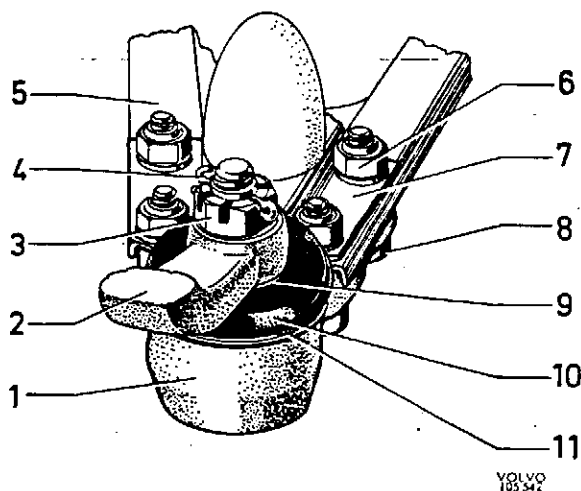

Abb. 29 Befestigung des unteren Kugelgelenkes
3. Die Muttern (6, Abb. 29) lösen und die vier Befestigungsschrauben (8) entfernen. Kronenmutter (3) entsplinten und abschrauben.
1. Kontrollieren, daß die Gummistaubkappe unbeschädigt und mit Fett gefüllt ist; ggf. mit Mehrweckfett füllen. Ferner überprüfen, daß Kugelpfanne und Sicherungsringe richtig angebracht sind, vgl. Abb. 29.
2. Kugelzapfen in die Öse des unteren Lenkhebels eindrücken und die Kronenmutter (3) aufschrauben. Anziehmoment: 4,8–5,5 mkp. Kronenmutter versplintn (4).
3. Kugelgelenk mit den Schrauben (8) und den Muttern (6) am unteren Querlenker befestigen.